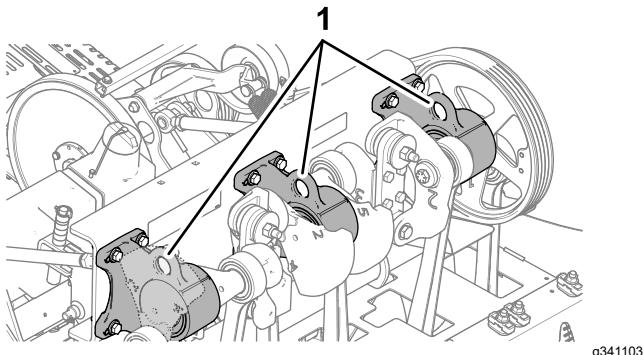

Figura 3
**Nota:** Se disponibile, utilizzate un paranco per sollevare la parte posteriore della macchina. Come punti di attacco per il sollevamento utilizzate i ganci a occhiello nelle sedi dei cuscinetti della testa di carotaggio (Figura 3).